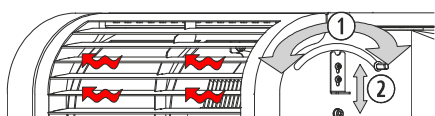
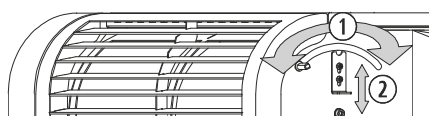
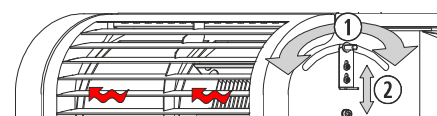

Figura 17
Figura 18
Figura 19
No modelo *Kiev*, é possível configurar as saídas de ar de convecção da estufa de acordo com a necessidade. Em todos os lados da estufa encontra-se uma haste (①) que dependendo da sua posição, provocará que a estufa expulse o ar quente pela parte da frente (haste de trás, *figura 17*), pela boca de canalização traseira (haste da frente, *figura 18*) ou uma combinação de ambas as saídas (haste em posição intermédia, *figura 19*), utilizando a fixação (②) que permite manter a haste em posição intermédia.